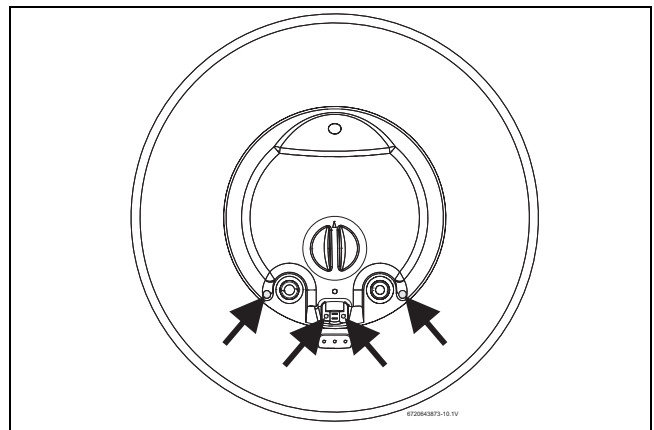

Fig. 12 Poziția suruburilor
- ▶ Scoateți capacul boilerului desurubând cele 4 suruburi (Fig. 12).